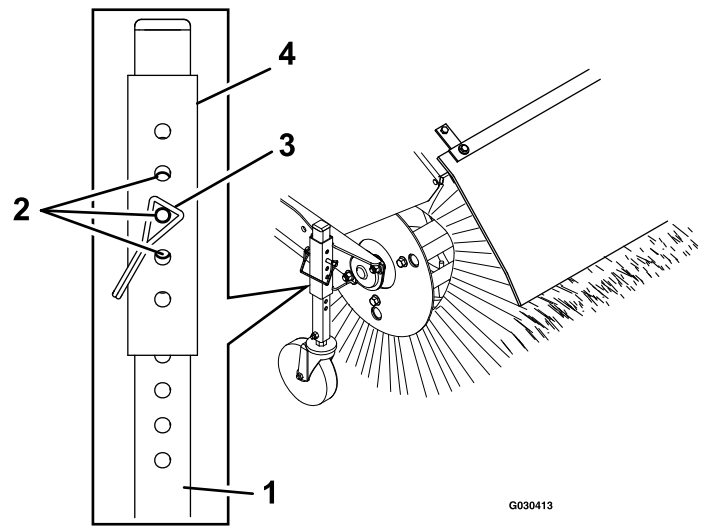

Figura 9
- Per le regolazioni maggiormente di precisione, fate scorrere il manicotto del regolatore in su o in giù di 1 foro del perno sul tubo della ruota orientabile per regolare l'altezza della spazzola in incrementi di 3 mm (Figura 9). Ripetete le fasi da 3 a 5 per l'altra ruota orientabile.
- Per regolare l'altezza della spazzola, rimuovete e conservate il perno del manicotto del regolatore e il tubo della ruota orientabile (Figura 9).